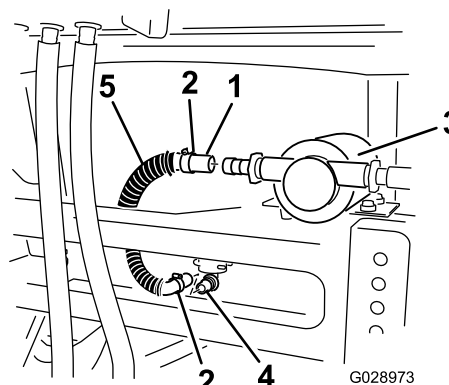

Figura 27
2. Montate un'estremità del flessibile sul raccordo a 90° nella parte inferiore del serbatoio di lavaggio (Figura 27).